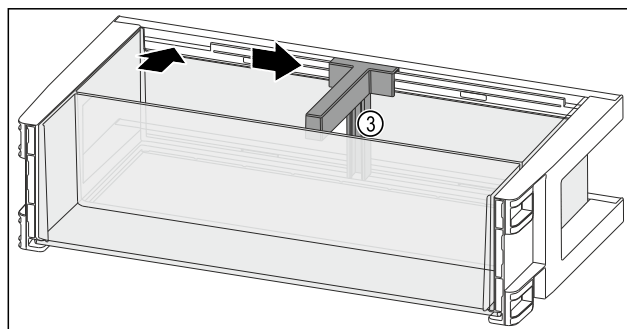

Fig. 99
- ▶ Introduceți suportul pentru sticle Fig. 99 (3) în degajare.
- ▶ Împingeți în lateral suportul pentru sticle Fig. 99 (3) în poziția dorită.